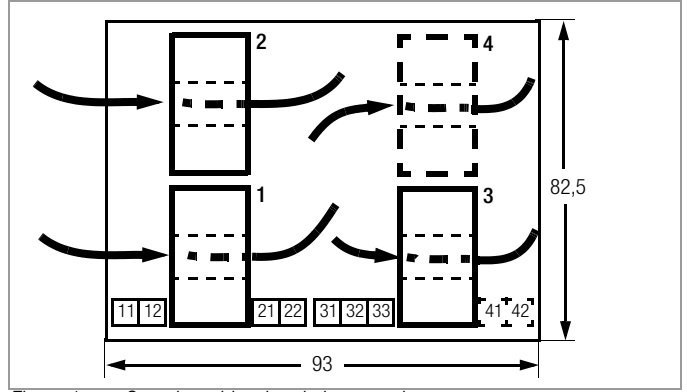

Figura 1 Croquis y ubicación de las conexiones
- ⇨ Tender las líneas hacia los receptores pasando a través de los transformadores 1 hasta 4, figura 1. Diametro  $\leq 8,8$  mm.